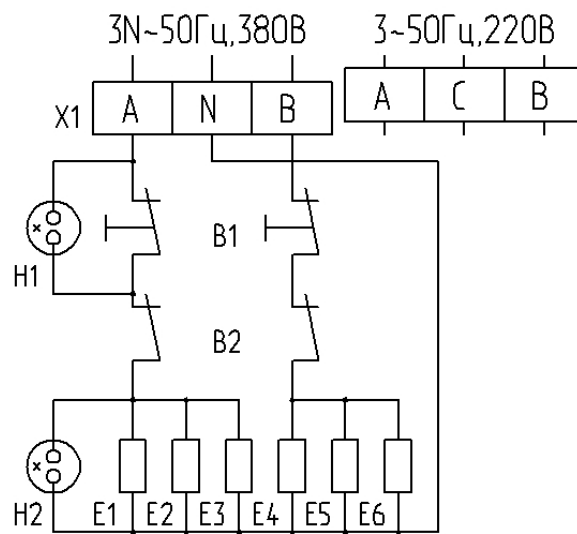

Рис. 2. ПЖ-0,24, ПЖ-0,24И
Электрическая принципиальная схема электроприбора приведена на рис.2 и 3.
**ПОМНИТЕ!** С завода-изготовителя жарочные поверхности поступают для включения в сеть 3N-50 Гц, 380 В. При подключении изделия к сети с напряжением 3-50 Гц, 220 В на блоке зажимов XI нужно установить переключки в соответствии с рис.2,3и подсоединить три провода сети (А, В, С).